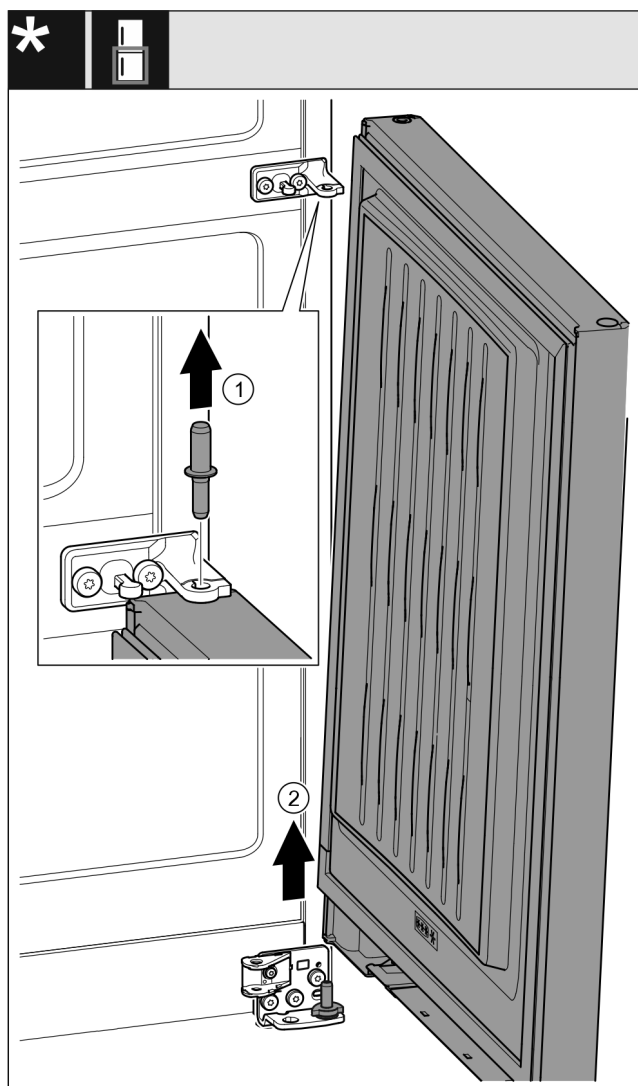

Fig. 26 *
- ▶ Čep Fig. 26 (1) vytáhněte nahoru.*
- ▶ Dveře Fig. 26 (2) kýváním vysadíte a odložíte stranou.*